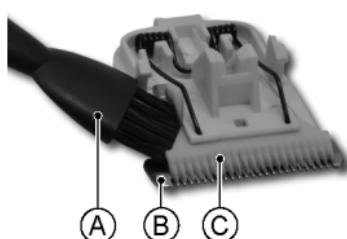

Abbildung 6: Reinigung der Klingen
2. Reinigen Sie den Schneidkopf mit der mitgelieferten Reinigungsbürste (Figure 6, A).
3. Entfernen Sie mit der Reinigungsbürste ((Figure 6, A) die restlichen Haare, die sich zwischen den festen (Figure 6, B) und den beweglichen (Figure 6, C) Klingen abgelagert haben.